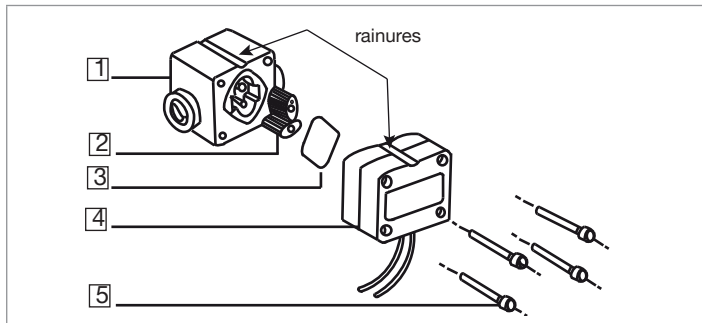

Fig. 6 Éclaté de l'appareil
- Desserrer les 4 vis (repère 5 Fig. 6) et retirer le couvercle avec module électronique (repère 4 Fig. 6).
- Retirer le joint (repère 3 Fig. 6).
- Retirer les roues (repère 2 Fig. 6).
- Replacer le joint (repère 3 Fig. 6).
- Remettre le couvercle (repère 4 Fig. 6) en alignant la rainure du couvercle avec celle du boîtier.
- Serrer les 4 vis (repère 5 Fig. 6) avec précaution et en croix pour ne pas endommager le boîtier, avec un couple de serrage de :